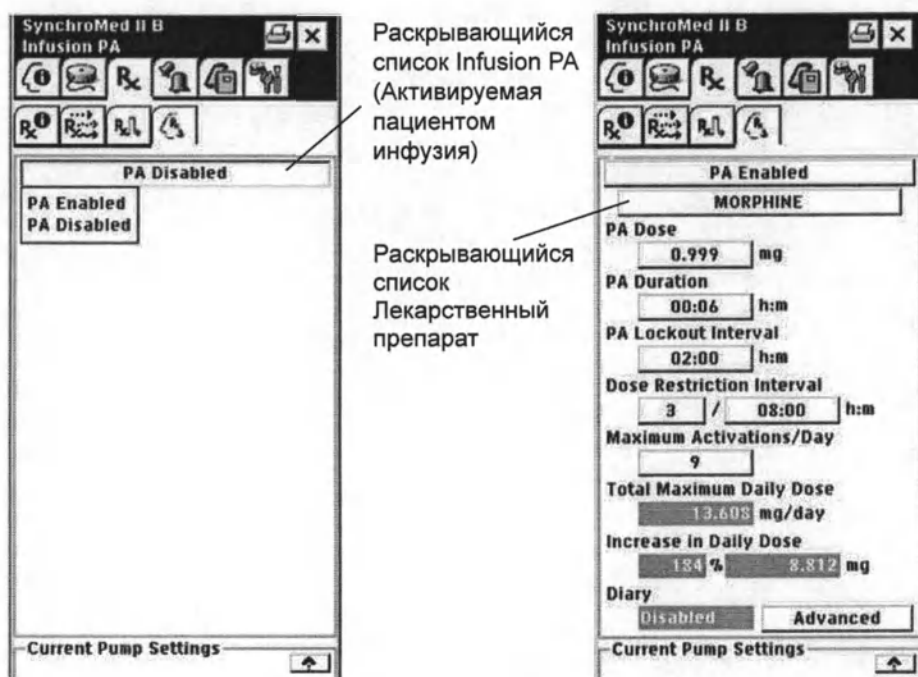

Рис. 3. Раскрывающийся список и экран ввода данных **Infusion PA** (Активируемая пациентом инфузия).
4. В раскрывающемся списке Infusion PA (Активируемая пациентом инфузия) (Рис. 3) выберите пункт PA Enabled (Активируемая пациентом инфузия)
- Если первый препарат не отображается, выберите его из раскрывающегося списка препаратов (Рис. 3). Значение по умолчанию — первый препарат.